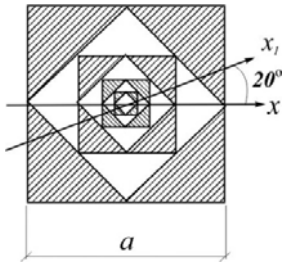

Рис.3.21
**3.19.** Фигура образована вписанными друг в друга квадратами (на рис.3.21 они заштрихованы). Вычислить момент инерции относительно оси  $x_1$ , когда число квадратов стремится к бесконечности (рис.3.21).